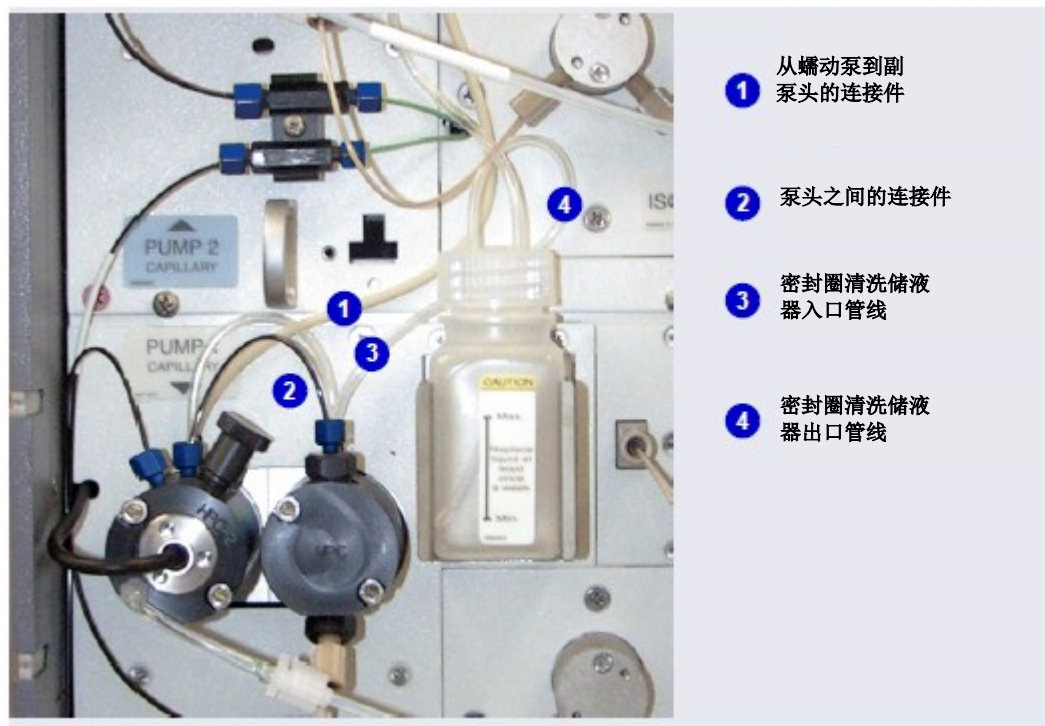

图 4-3. 从柱塞杆密封圈清洗装置到泵 1 的连接件
1. 注意从蠕动泵连接至泵 1 上副泵头上的密封圈清洗管的管路（见图 4-3，项目 1）。断开此管路与泵头的连接，并将此管路连接至泵 2 上副泵头上的密封圈清洗管。
2. 断开泵 1 上主泵头与副泵头之间的短管（见图 4-3，项目 2）。将此管路连接至泵 2 上的泵头。
3. 断开密封圈清洗液瓶入口管线与泵 1 上主泵头的连接（见图 4-3，项目 3）。将入口管线连接至泵 2 上的主泵头。